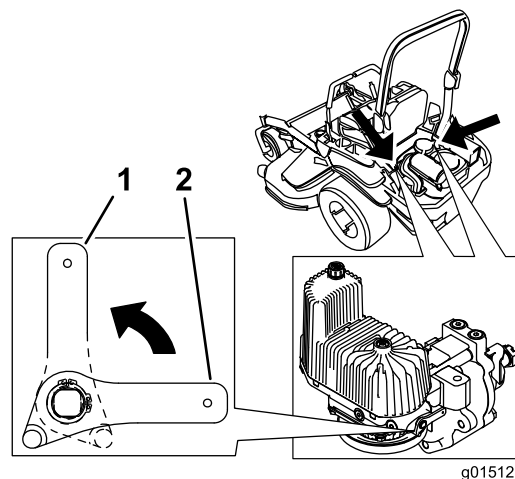

Figura 34
4. Gire las palancas de las válvulas de desvío a la posición horizontal para conducir la máquina (Figura 34).
2. Gire las palancas de las válvulas de desvío a la posición vertical para empujar la máquina. Esto permite que el aceite hidráulico se desvíe alrededor de la bomba, dejando que las ruedas giren (Figura 34).